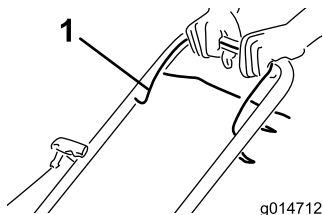

Figura 15
1. Empurre a barra de controlo da lâmina (Figura 15) em direção à pega e segure-a.